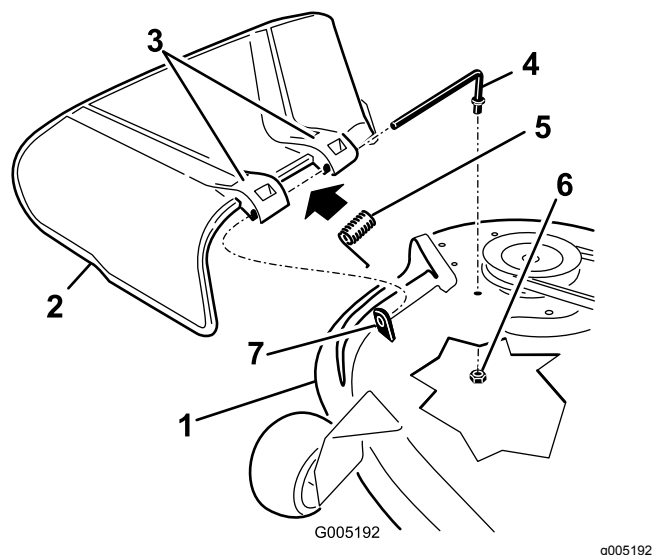

Figure 61
- Localisez les éléments montrés à la Figure 61.
- Retirez l'écrou ( $\frac{3}{8}$  po) de la tige, sous le tablier de coupe (Figure 61).
d'herbe (Figure 61). Déposez le déflecteur d'herbe s'il est endommagé ou usé.
- Remettez en place le déflecteur d'herbe (Figure 61).
- Placez le ressort sur la tige, les fils d'extrémité dirigés vers le bas, entre les supports du déflecteur d'herbe. Insérez la tige dans le deuxième support du déflecteur d'herbe (Figure 61).
- Insérez la tige à l'avant du déflecteur dans la courte cheville de positionnement sur le tablier. Fixez l'extrémité arrière de la tige dans le tablier de coupe à l'aide d'un écrou ( $\frac{3}{8}$  po) (Figure 61).